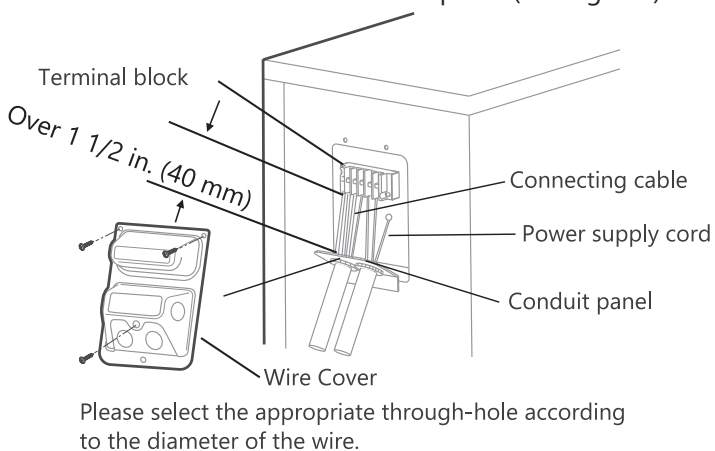

Fig. 5-2: Field Wiring Conduit Location
- Connect the conduit-to-conduit panel (see Fig. 5-2).